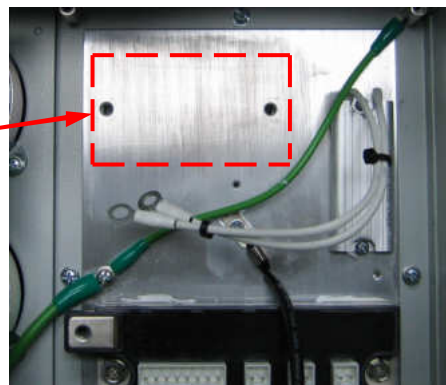

Рис.7.11
7.6.1. Протереть, бумажной салфеткой, смоченной СБС, место установки на радиаторе ПЧ **диодного моста** (рис.7.11).